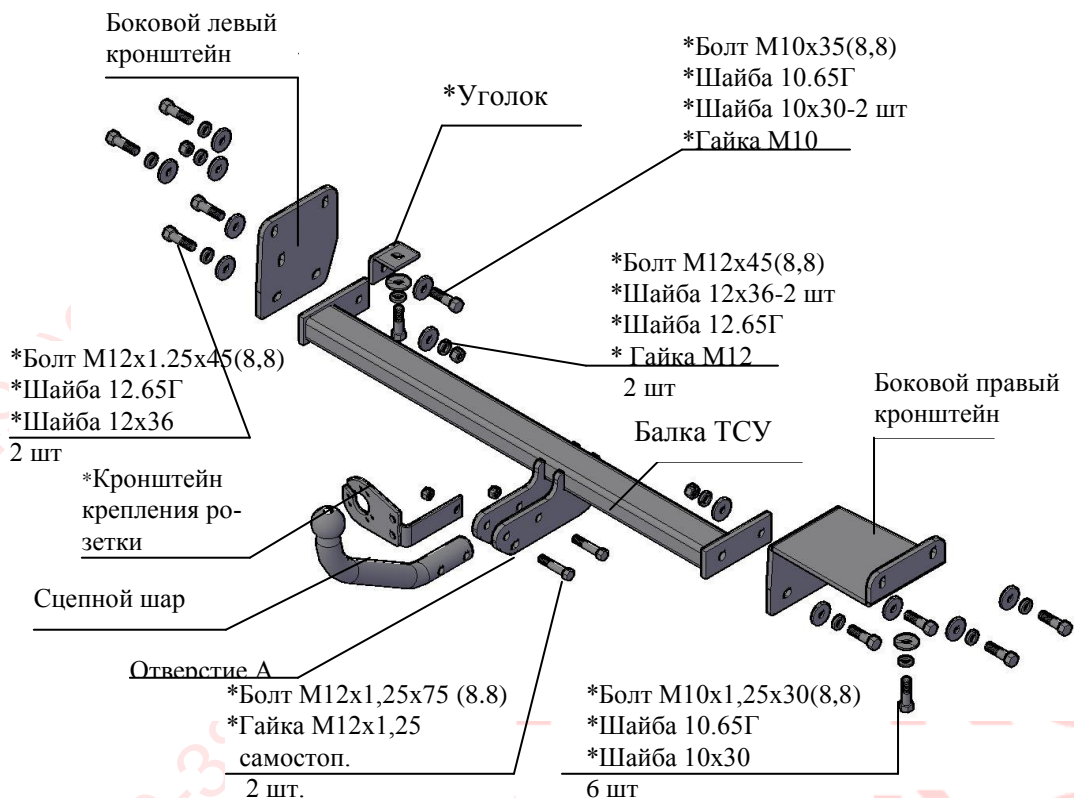

Рис.1 Тягово-сцепное устройство 7370.
2.1 ТСУ 7370 в сборе (рис.1)	1 шт.
2.2 Пакет с комплектующими (см. рис.1)	1 шт.
4.2 Установить боковой правый и левый кронштейны ТСУ на внешние боковые и нижние стороны лонжеронов а/м, используя уголок (см рис.1), болты М10х1.25х30 и гайки штатные, под головки болтов подложить шайбы гроверные 10.65Г и шайбы 10х30. Уголок крепить к левому кронштейну болтом М10х35 и гайкой М10, подложив под головку болта шайбу М10х30, а под гайку - шайбу 10.65Г и шайбу 10х30. Крепеж не затягивать.